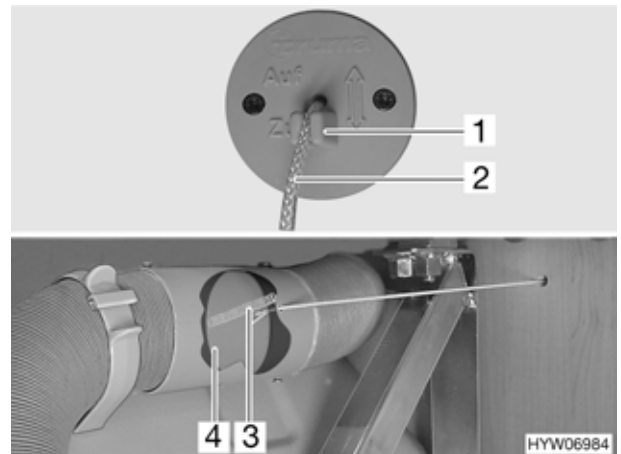

Bild 110 Strangsperr
Die Warmluftverteilung zum Alkoven kann durch die Strangsperr (Bild 110) geöffnet oder geschlossen werden.
- Schnur (Bild 110,2) herausziehen, bis ein leichter Widerstand zu spüren ist, und Schnur in der Klemmung (Bild 110,1) befestigen.
Die Klappe (Bild 110,4) ist geschlossen.
- Schnur (Bild 110,2) aus der Klemmung (Bild 110,1) lösen und langsam zurückführen.
Die Klappe (Bild 110,4) wird durch die Feder (Bild 110,3) geöffnet.